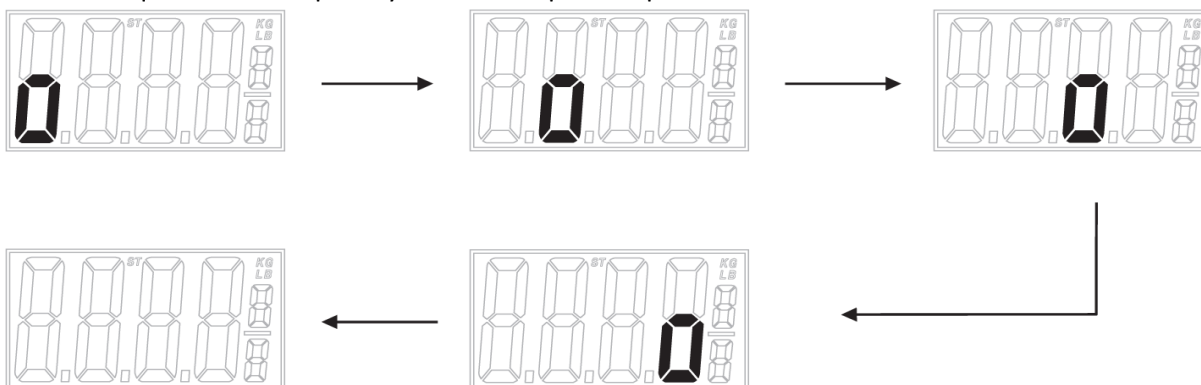

Figure 2 : Zéro qui se déplace
4. Si l'utilisateur descend du pèse-personne avant qu'un poids stable ne soit obtenu, le pèse-personne affichera 0.0lb/kg pour 5 secondes, un zéro se déplacera sur l'écran (voir Figure 2 :ci-dessous) et après, le pèse-personne s'éteindra automatiquement.
5. Lorsque l'utilisateur descend du pèse-personne après que le poids stable est obtenu, le poids de l'utilisateur sera affiché sur l'écran pour 5 secondes, ensuite, un zéro se déplacera sur l'écran (voir Figure 2 : ci-dessous) et par la suite, le pèse-personne s'éteindra automatiquement.